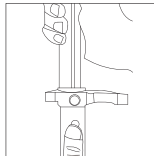

рис.2
2. Нажмите регулировочный шарик, чтобы отрегулировать рулевую стойку до самого низкого состояния, как показано на (рис.2)